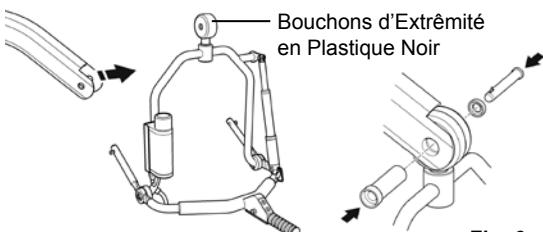

Fig. 6
Pour l'installer, soulevez l'arceau 4 points réglable électriquement vers le créneau du mât de charge. Insérez la chemise de l'axe dans le mât de charge du lève-personne, le bouchon d'extrémité* en plastique noir et le pivot de l'arceau. Une fois la chemise de l'axe installée et qu'elle soutien le poids de l'arceau réglable électriquement, réinsérez entièrement l'axe de verrouillage dans la chemise jusqu'à ce qu'il se bloque dans la bonne position (voir fig. 6).
- Avant d'utiliser l'arceau 4 points réglable électriquement, assurez-vous que l'axe de vérrouillage est poussé jusqu'au taquet comme indiqué sur les figures 6 et 7 de la page 19.